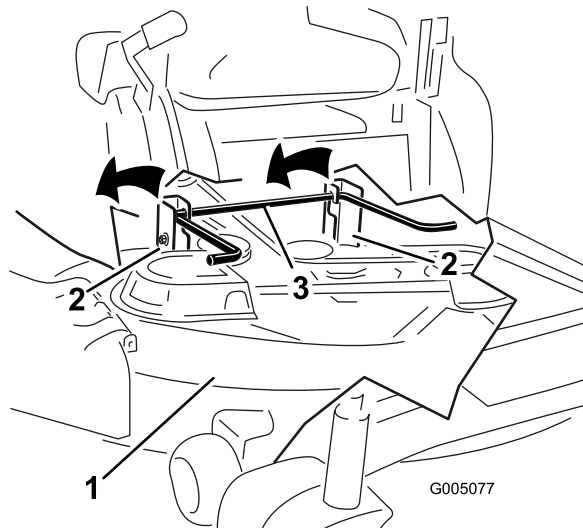

Figura 54
5. Eleve la parte trasera de la carcasa de corte y coloque las pletinas de suspensión sobre la varilla de elevación trasera (Figura 54).